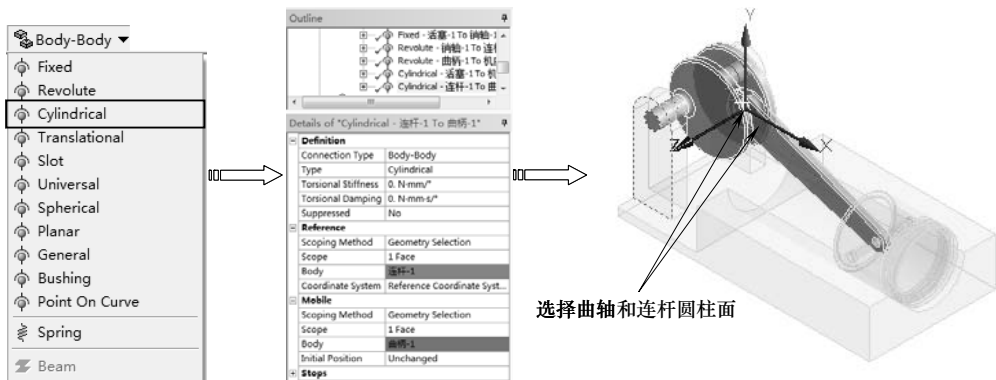

图 10-49 创建柱面运动副
8) 单击【Connections】工具栏上的【Body-Body】|【Cylindrical】命令，分析树中增加【Cylindrical-No Selection To No Selection】节点。分别选择如图 10-49 所示的表面，单击详细设置窗口中的【Reference】和【Mobile】列表中【Body】下的【Apply】按钮完成，如图 10-49 所示。